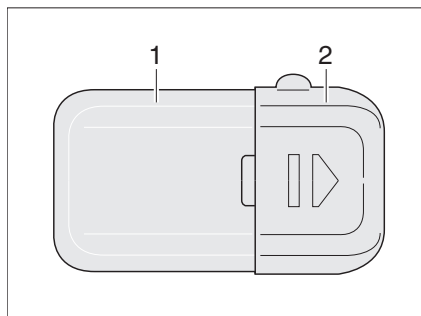

Fig. 263 Lámpara del armario ropero
- Comprimir ligeramente la cubierta de la luz (Fig. 263,1) y retirarla.
- Deslizar la tapa (Fig. 263,2) en sentido de la flecha.
- Deslizar de nuevo la tapa (Fig. 263,2).